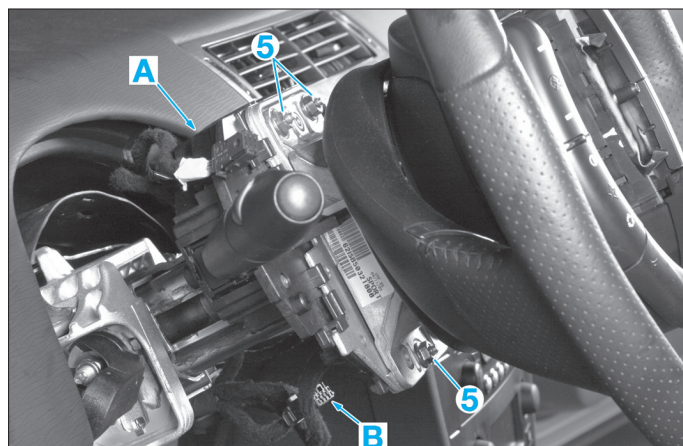

Fig. 3
- le bandeau inférieur gauche (1) ou selon l'équipement, l'airbag genoux (voir opération concernée au chapitre "Airbags et prétensionneurs"),
- les gaines supérieure (2) et inférieure (3) de la colonne de direction,
- Déconnecter les connecteurs en "A" et "B" (Fig.3).
- les écrous (5) (Fig.3),